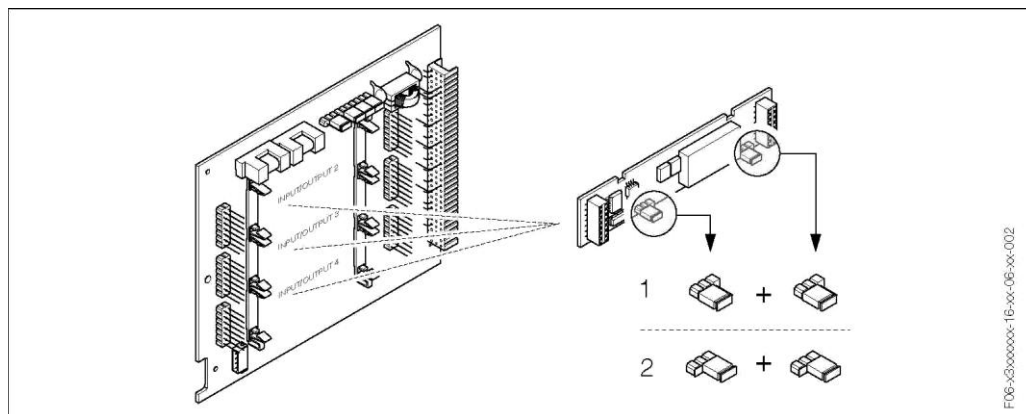
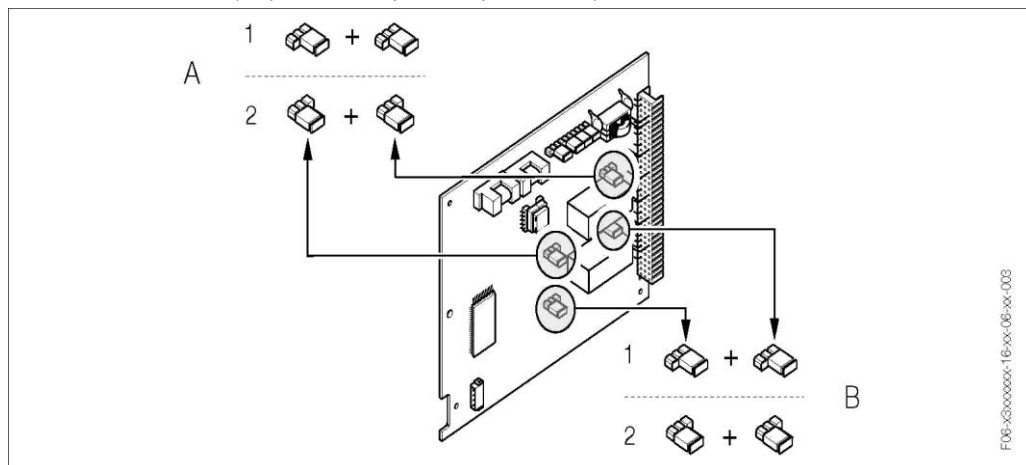

Рис. 34: Настройка контактов реле (НЗ/НР) на плате ввода/вывода с гибким назначением контактов (submodule)
Рис. 35: Настройка контактов реле (НЗ/НР) на плате ввода/вывода с фиксированным назначением контактов (submodule)
3. Установите перемычки согласно рис. 34 (если плата ввода/вывода поддерживает обновление) или рис. 35 (если плата ввода/вывода не поддерживает обновление).